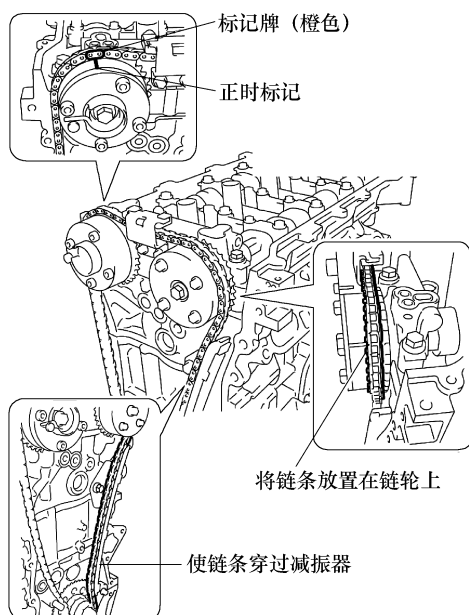
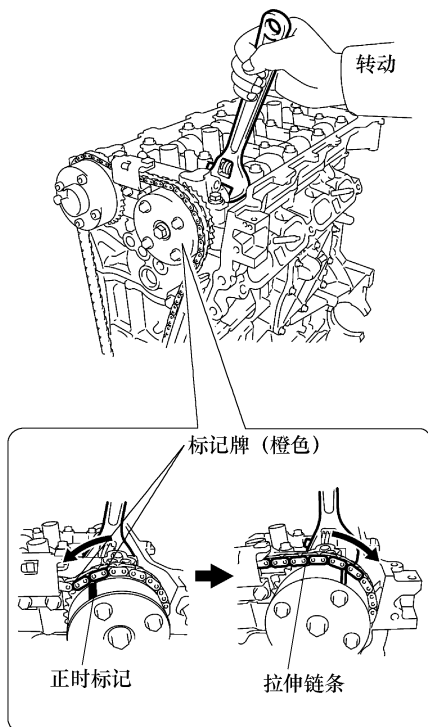
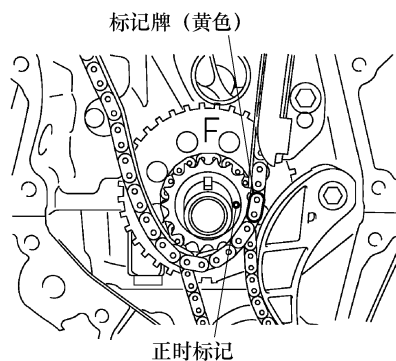

图 1-205 安装正时链条
图 1-206 正时标记对准操作
图 1-207 链条安装到曲轴正时齿轮
② 如图 1-205 所示, 将标记牌 (橙色) 和正时标记对准, 并安装链条。
③ 不要将链条绕在曲轴上, 放在曲轴上即可。
④ 用扳手固定凸轮轴的六角部分, 并逆时针转动凸轮轴正时齿轮总成, 以将标记牌 (橙色) 与正时标记对准, 如图 1-206 所示。
⑤ 用扳手固定凸轮轴的六角部分, 并顺时针转动凸轮轴正时齿轮总成。
⑥ 将标记牌 (黄色) 与正时标记对准, 并将链条安装到曲轴正时齿轮上, 如图 1-207 所示。